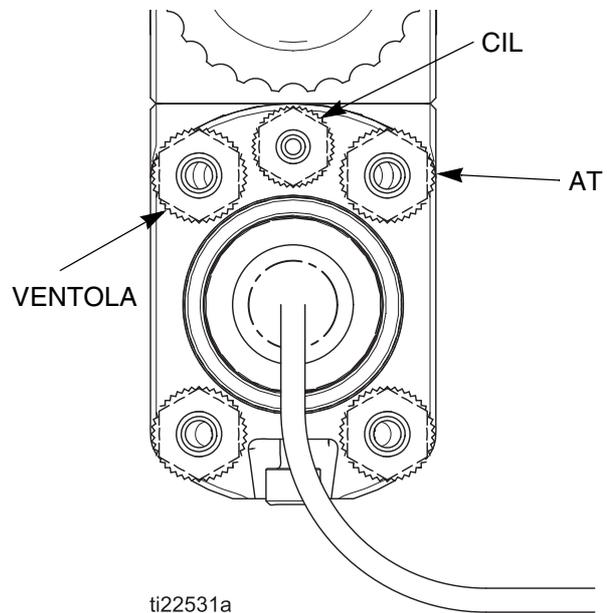

FIG. 19. Connessioni aria del collettore
6. Usare il regolatore di pressione dell'aria nella linea di alimentazione dell'aria (AT) per regolare il grado di nebulizzazione. (Vedere FIG. 19). Ad esempio, per una portata di fluido di 10 once al minuto (0,3 litri/min), una pressione di nebulizzazione tipica sarà di circa 0,14-0,21 MPa (1,4-2,1 bar, 20-30 psi) al collettore della pistola.
2. Attivare e disattivare le funzioni di spruzzatura della pistola utilizzando l'elettrovalvola dell'aria sulla linea di alimentazione dell'aria del cilindro (CYL). Applicare una pressione dell'aria minima di 0,34 MPa (3,4 bar, 50 psi) al raccordo dell'aria del cilindro (CYL) per attivare la sequenza di On/Off dell'aria di nebulizzazione (AT), dell'aria della ventola (FAN) e del fluido (P). Vedere FIG. 19, pagina 28.